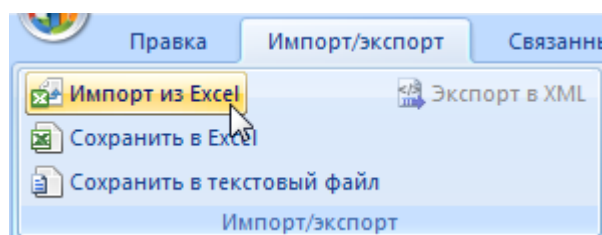

Рис. 13-460 – Панель «Импорт/экспорт»
4) Для сохранения файла нажать кнопку «Сохранить». Если файл с таким именем уже существует, выводится предупреждающее сообщение (рис. 13-460).